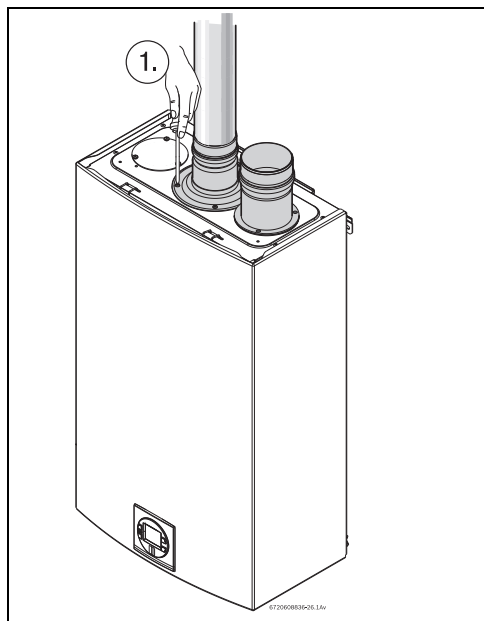

Fig. 27
- ▶ Apretar los 4 tornillos del accesorio de evacuación, consultar la Fig. 27 , pos. 1.